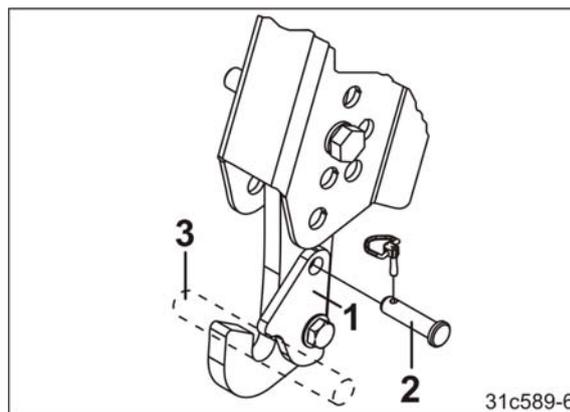

Fig. 108
2. Débloquer les pattes de blocage (Fig. 108/1).
- 2.1 Tirer les axes (Fig. 108/2) pour les sortir.
5. Réceptionner les points d'articulation inférieurs (Fig. 108/3) du semoir avec les crochets.
7. Pivoter les pattes de blocage (Fig. 108/1) et les fixer en utilisant respectivement un axe (Fig. 108/2). Goupiller les axes en sécurité.